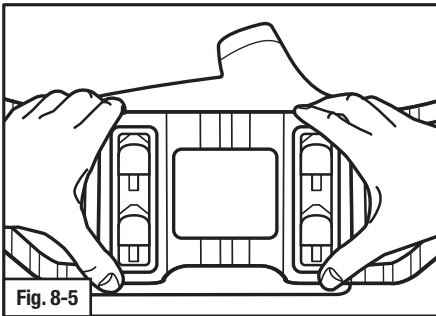

Fig. 8-5
4. Faire glisser la ceinture vers le haut (Fig. 8-5) pour l'enclencher sur les languettes de verrouillage de la ceinture situées au bas du souffleur à moteur (Fig. 8-6).